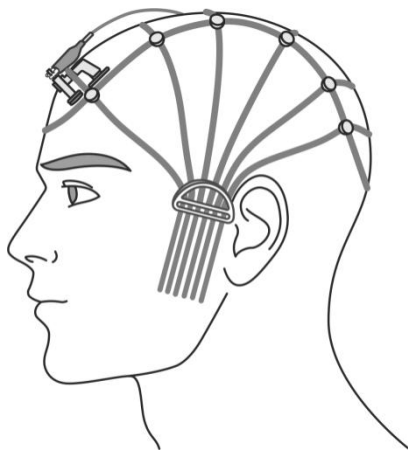
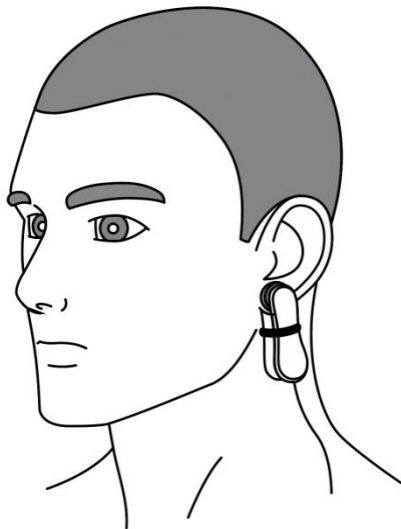
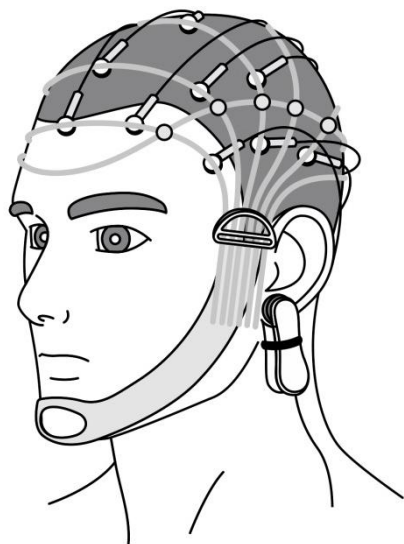

Рис. 24. Наложение и подключение мостикового ЭЭГ-электрода
Рис. 25. Наложение и подключение ушного чашечкового ЭЭГ-электрода типа «клипса»
Рис. 26. Наложение и подключение чашечковых ЭЭГ-электродов
- Наложите необходимые ЭЭГ-электроды согласно монтажу обследования (рис. 24, рис. 25, рис. 26), подсоедините их к блоку усилителя с помощью кабелей отведений. Проверьте, наложены ли референтные и заземляющий электроды.